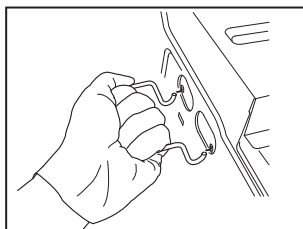

Fig.1
1. Introduisez fermement la poignée dans les orifices latéraux (Fig. 1).